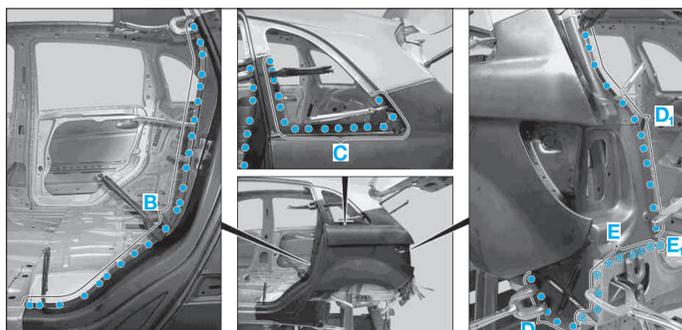

FIG. 103
- Souder l'aile arrière, zones (B), (C), (D) et (D₁) (Fig.103).